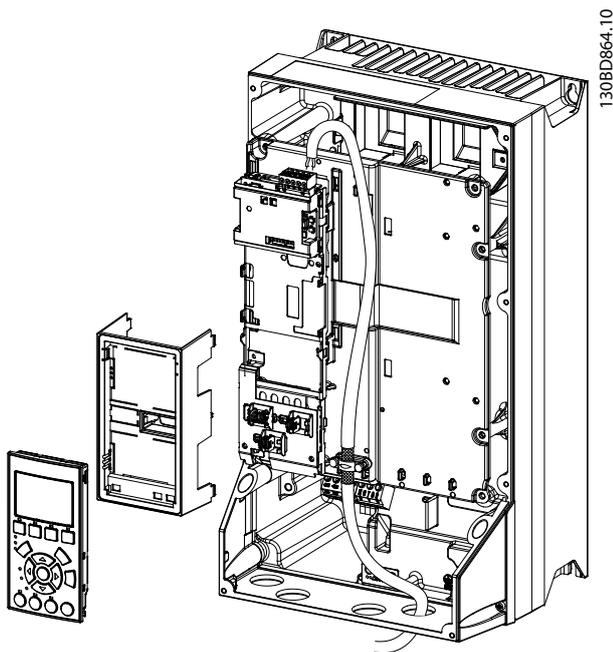

Abbildung 3.11 Verdrahtung für Gehäusetyper A4-A5, B1-B4 und C1-C4
5. Befestigen Sie den Kabelschirm mit einer Kabelschelle oder einem Kabelbinder an der Metallgrundplatte, siehe Abbildung 3.11.